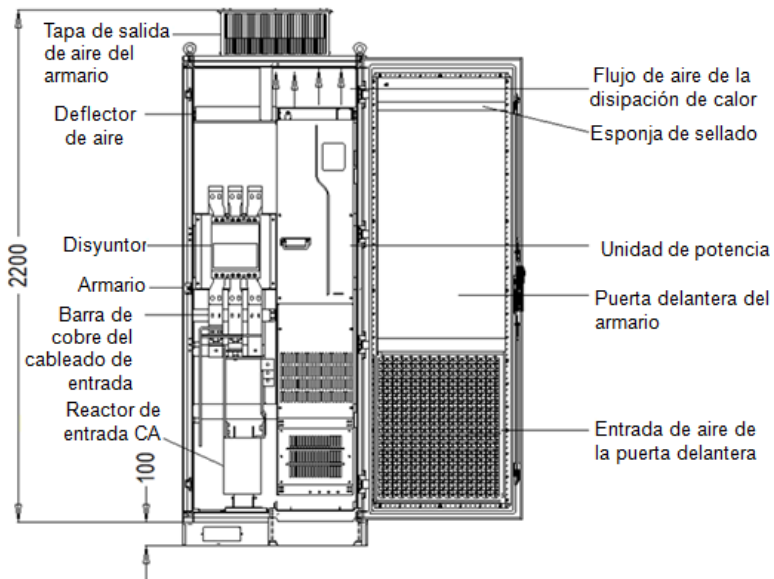

Figura 4-10 Disposición recomendada del armario
- ✧ Para el montaje dentro del armario, consulte el diagrama de distribución del armario Figura 4-10. El marco del armario es de 2200\*800\*600 (unidad: mm, incluyendo la cubierta superior de ventilación del armario H200). Para asegurar el montaje dentro del armario, debe montar la base del armario H100. El deflector de aire debe montarse en la parte superior del armario para evitar que el aire caliente de la salida de la unidad VFD circule por dentro del armario. Se debe utilizar una esponja de sellado de 40X40 en la posición correspondiente al deflector de aire del panel de la puerta delantera, lo que evita el cortocircuito del conducto de aire. Además, los orificios de entrada de aire deben realizarse en la parte inferior de la puerta del armario.